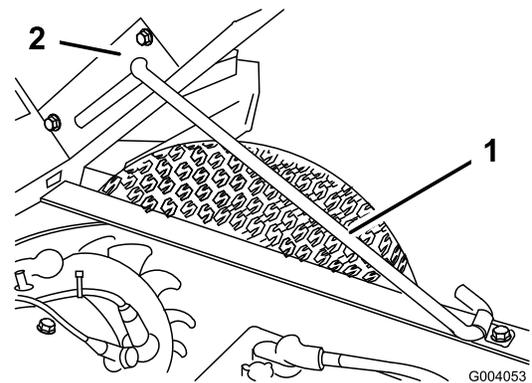

Bild 18
2. Ziehen Sie die Stützstange in die Auskerbung, um die Staubox zu befestigen (Bild 18).